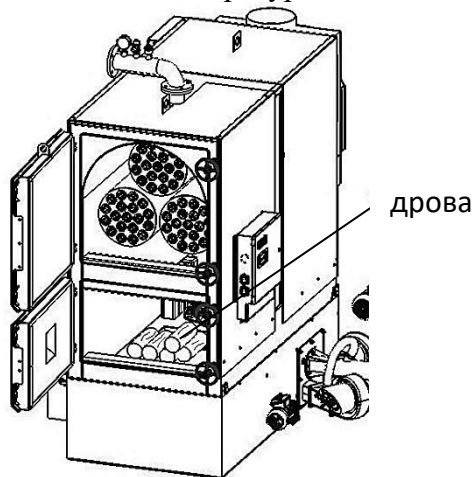
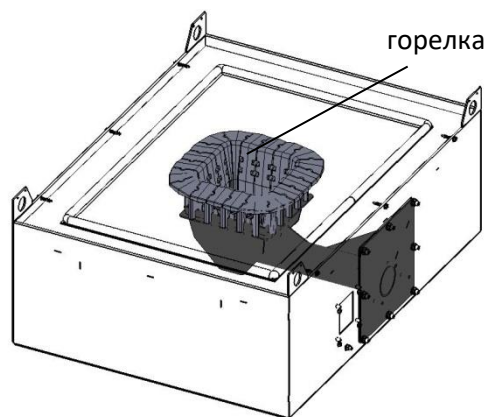

Рис. 29
Рис. 30
- 3.2.4** Закрыть горелку крышкой (рис. 30.) (если крышка идет в комплекте). И положить дрова в топку котла (см рис. 29) . **Не кладите дрова в горелку!!!**